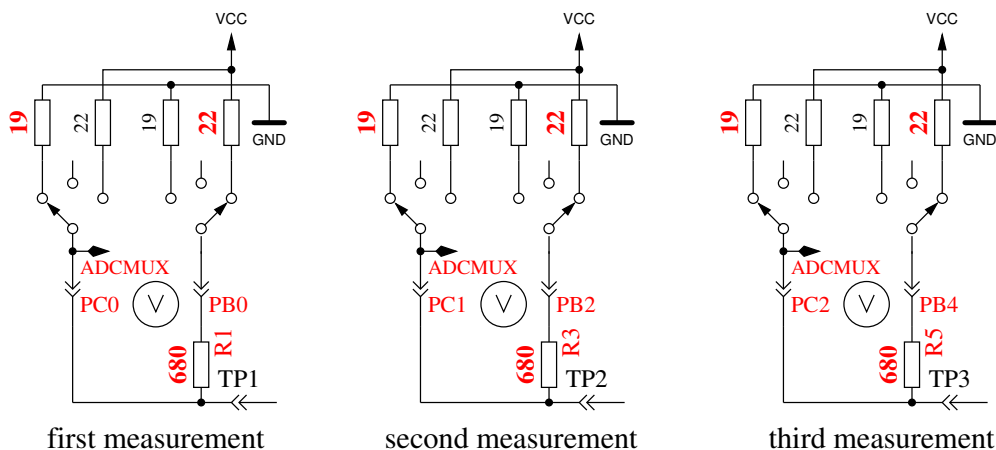

Рис. 5.63. Измерение внутреннего сопротивления порта С подключением выходных контактов к GND
8. **Измерение внутреннего сопротивления порта подключением выходных контактов к GND.** Этот и следующие тесты будут проведены, если выбрана опция AUTO\_CAL. Внутреннее сопротивление порта C с выходами, подключенными к GND, измеряется по току через подключенные к VCC (+5 V) резисторы  $680\ \Omega$ , смотри рисунок 5.63. Могут быть измерены только три вывода порта АЦП. Внутреннее сопротивление портов В (PB0, PB2 и PB4) не может быть измерено без изменения аппаратных средств. Будем считать, что внутреннее сопротивление порта для различных портов практически одинаково. Величина сопротивления будет определена в следующем тесте.